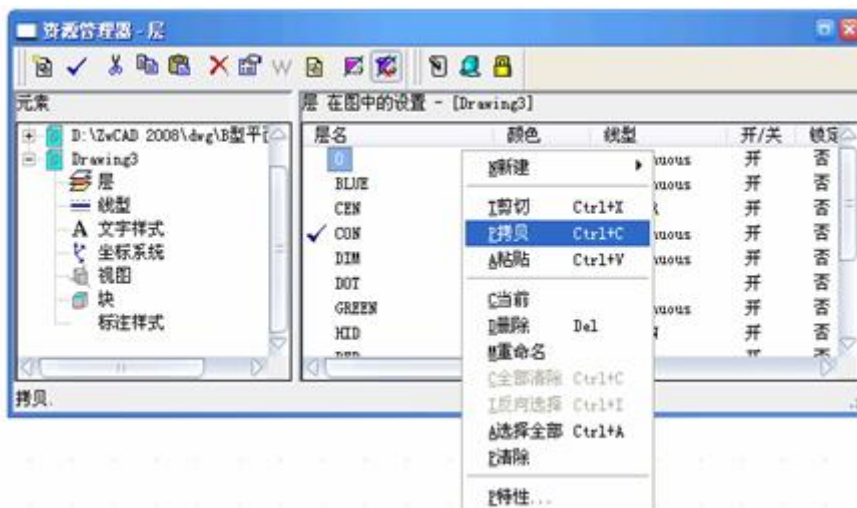

图 6-28 几项功能
4) 在“资源管理器—层”对话框中，在图层显示窗口单击鼠标右键，在弹出的快捷菜单中有“全部清除、反向选择、选择全部”几项功能，如图 6-28 所示，在图层较多的图形中，如果能熟练操作这几项功能，能明显的提高绘图速度。